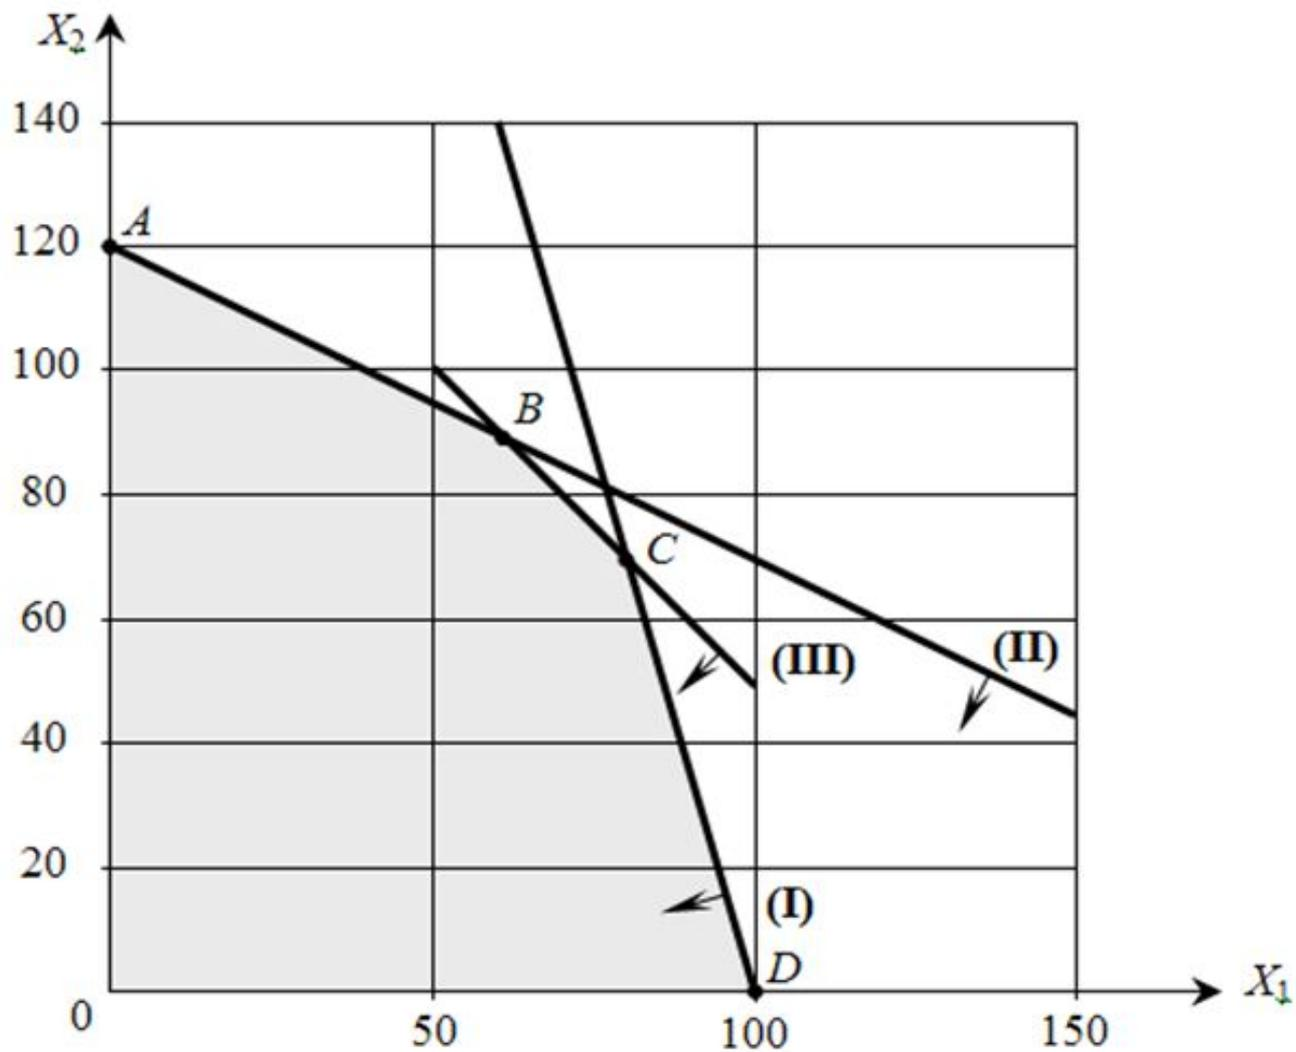

Рис. 2.1. **ОДР** задачи планирования производства шкафов и тумб
Первому ограничению соответствует полуплоскость, границей которой является прямая $3,5x_1 + x_2 = 350$, обозначим ее (I). Построим эту прямую по двум точкам: $x_1^I = (100; 0)$ и $x_2^I = (60; 140)$ (рис. 2.1).
Пересечение всех полуплоскостей, соответствующих ограничениям, есть ОДР. Таким образом, в данной задаче областью допустимых решений является выпуклый многоугольник $OABCD$ (на рис. 2.1 он закрашен серым цветом).